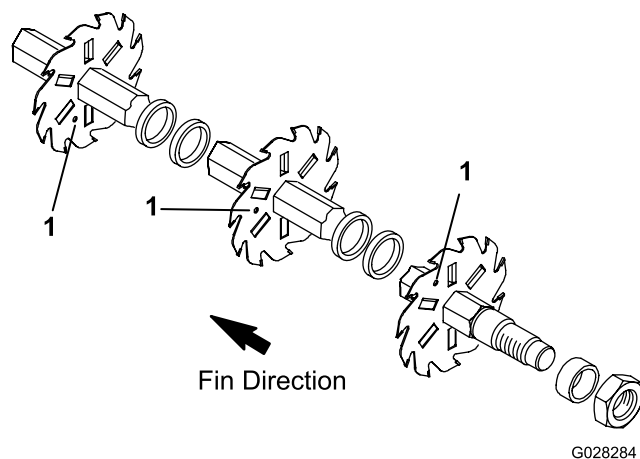

Figura 5
3. Instale la cuchilla siguiente en sentido antihorario de manera que el taladro de posicionamiento quede desplazado respecto al taladro de la primera cuchilla, en el segmento siguiente del eje hexagonal (Figura 5). Continúe instalando espaciadores y cuchillas de esta forma hasta que se hayan instalado todas las cuchillas.